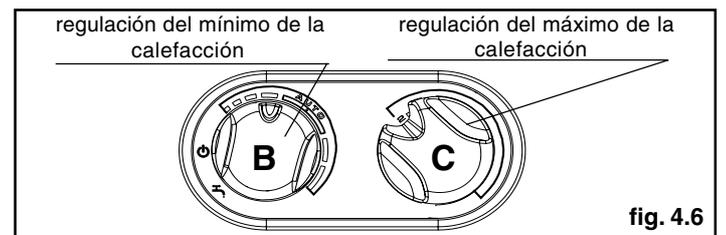

fig. 4.6
- girar el mando de regulación de la temperatura del agua de la calefacción **B** (fig. 4.6) hasta alcanzar el valor mínimo de la calefacción como se indica en la tabla multigas de la página 8
- girar el mando de regulación de la temperatura del agua caliente sanitaria **C** (fig. 4.6) hasta alcanzar el valor máximo de la calefacción como se indica en la tabla multigas de la página 8